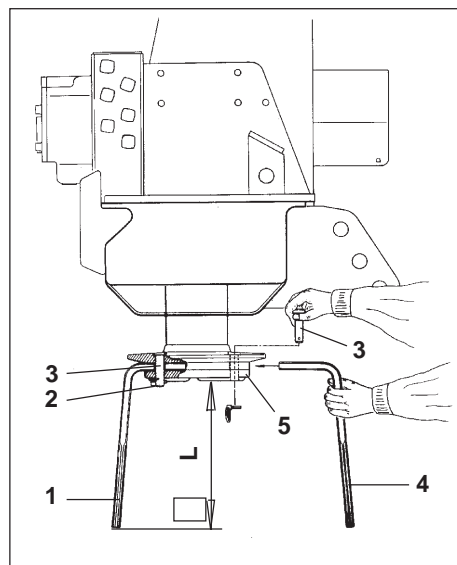

Fig. 19.8
Die Bodenbearbeitungszinken (Fig. 19.8/1) des Kreiselgrubbers sind aus gehärtetem hochfestem Borstahl gefertigt. Die Zinken unterliegen einer Abnutzung und müssen spätestens bei einer Länge $L = 150$ mm (siehe Fig. 19.8) ausgetauscht werden. Bei großen Arbeitstiefen muß der Zinkenwechsel früher erfolgen, um Schäden bzw. Verschleiß an den Werkzeugträgern (Fig. 19.8/5) zu vermeiden.
Die Bodenbearbeitungszinken (Fig. 19.8/1) sind in den Taschen der Werkzeugträger (Fig. 19.8/5) befestigt.
- Klappstecker (Fig. 19.8/2) aus dem Bolzen (Fig. 19.8/3) herausziehen.
- Bolzen (Fig. 19.8/3) nach oben aus dem Werkzeugträger herausschlagen.
- Bodenbearbeitungszinken (Fig. 19.8/1) aus den Taschen des Werkzeugträgers herausziehen.
- Bodenbearbeitungszinken (Fig. 19.8/4) in die Taschen des Werkzeugträgers stecken.
- Bolzen (Fig. 19.8/3) in die Bohrungen von Werkzeugträger und Bodenbearbeitungszinken stecken.
- Bolzen mit Klappstecker (Fig. 19.8/2) sichern.